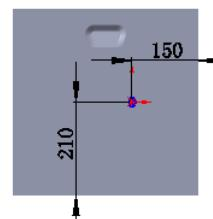

图 17.12.41 草图（二）
(4) 编辑草图（二），如图 17.12.41 所示。退出草图环境，完成成形特征 2 的创建。